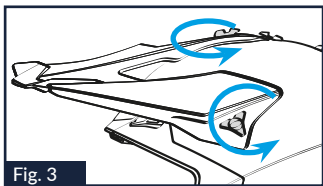

Fig. 3
- Ziehen Sie die rote Schnell-Öffnungslasche, bis das Band komplett gelockert ist, ohne es jedoch aus den Ringen zu schlaufen (siehe Abb. 3).
- Ziehen Sie die rote Schnell-Öffnungslasche, bis das Band komplett gelockert ist, ohne es jedoch aus den Ringen zu schlaufen (Abb. 3).
1.1. Den oberen mittleren Gewindesperrzahn «A» lösen, indem er im Gegenuhrzeigersinn gedreht wird (Abb. 3).
1.3. Den Gesichtsschutz in gewünschter Position blockieren, indem der obere mittlere Gewindesperrzahn «A» angezogen wird; prüfen, ob sich auch die seitlichen Sperrzähne «B» gelöst haben (Abb. 3).
3.1. Die seitlichen Gewindesperrzähne «B» abschrauben, indem sie im Gegenuhrzeigersinn gedreht werden, bis sich die seitlichen Enden des Gesichtsschutzes von der Helmschale lösen (Abb. 3). Darauf achten, dass die beiden Luftdurchlässe zwischen dem Gesichtsschutz und der Schale nicht verloren gehen (Abb. 2B).
3.2. Den oberen mittleren Gewindesperrzahn «A» vollständig abschrauben, indem er im Gegenuhrzeigersinn gedreht wird (Abb. 3). Ausschließlich den Gesichtsschutz vom Helm abnehmen. Darauf achten, dass die Dichtung des oberen mittleren Gewindesperrzahns «A» nicht verloren geht, die sich zwischen dem Gesichtsschutz und der Helmschale befindet (Abb. 2B).
4.1. Die Dichtung des oberen mittleren Sperrzahns «A» auf die Gewindeöffnung so wie den Gesichtsschutz auf die Schale legen; anschließend den oberen mittleren Gewindesperrzahn «A» in die Öffnung einstecken und durch Drehen im Uhrzeigersinn anschrauben, jedoch nicht vollständig anziehen (Abb. 3).
4.2. Den linken seitlichen Sperrzahn «B» in die entsprechende Aufnahme auf der Schale einstecken und vollständig festschrauben (Abb. 3). Den Vorgang dann auf der anderen Helmseite wiederholen.